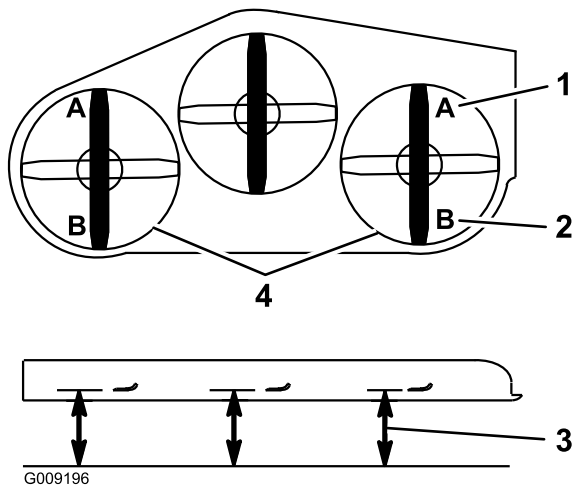

Figura 96
9. Su ambo i lati del piatto di taglio, misurate dalla superficie piana all'estremità anteriore della lama (posizione A), come illustrato nella Figura 96.
16. Su ambo i lati del piatto di taglio, misurate dalla superficie piana all'estremità posteriore della lama (posizione B), come illustrato nella Figura 96.